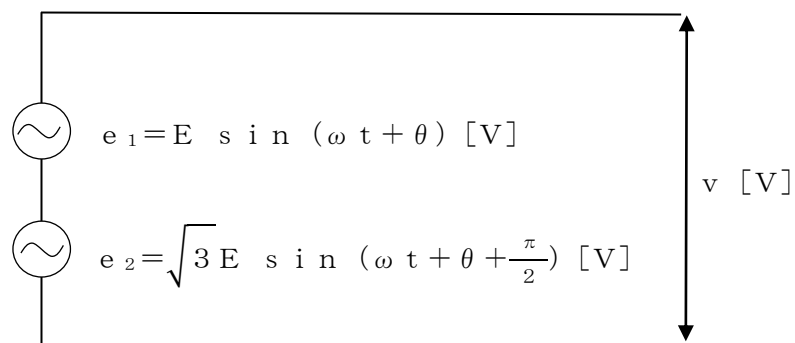

図2
- (3) 図2に示すように、二つの正弦波交流電圧源 $e_1 [\text{V}]$ 、 $e_2 [\text{V}]$ が直列に接続されている回路において、合成電圧 $v [\text{V}]$ の最大値は e_1 の最大値の何倍となるか、また合成電圧 v と e_1 の位相差 $[\text{rad}]$ はいくつになるか値を求めよ。